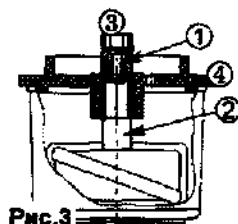

Рис.3
- но не реже 1 раза в квартал (рис.3): открутить винт (1) в крышке (4) емкости, снять головку торцевую (3) и вал с лопастями (2). Очистить и промыть спирто-бензиновой смесью от скопившейся массы трущиеся